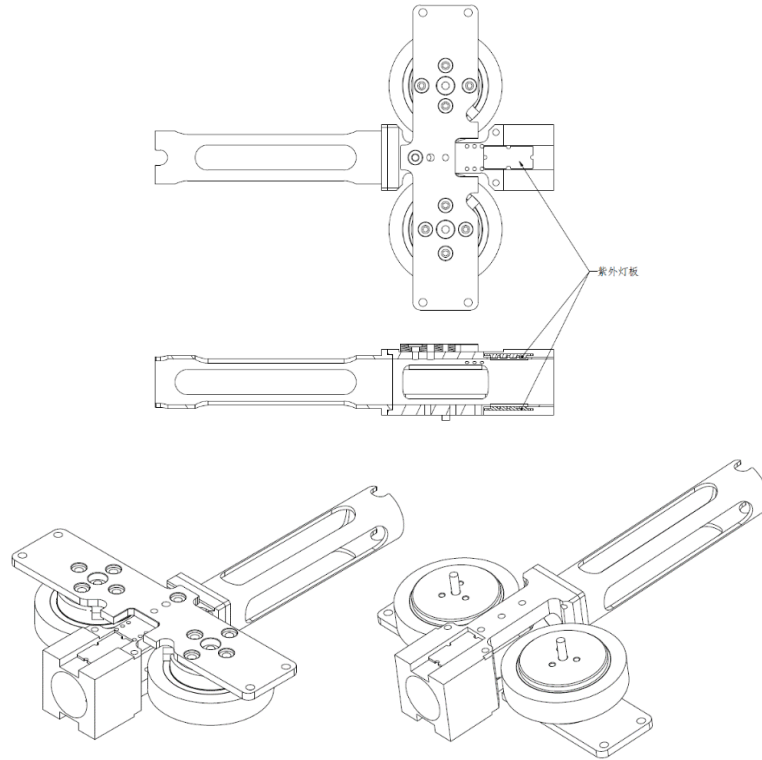

图 3 紫外灯板安装示意图
- 2.在尽可能靠近摩擦轮的管路处开槽孔（建议距离摩擦轮一颗 17mm 弹丸左右的距离），例如图 3 所示位置，注意需在管路两侧对称开槽孔安装两灯板